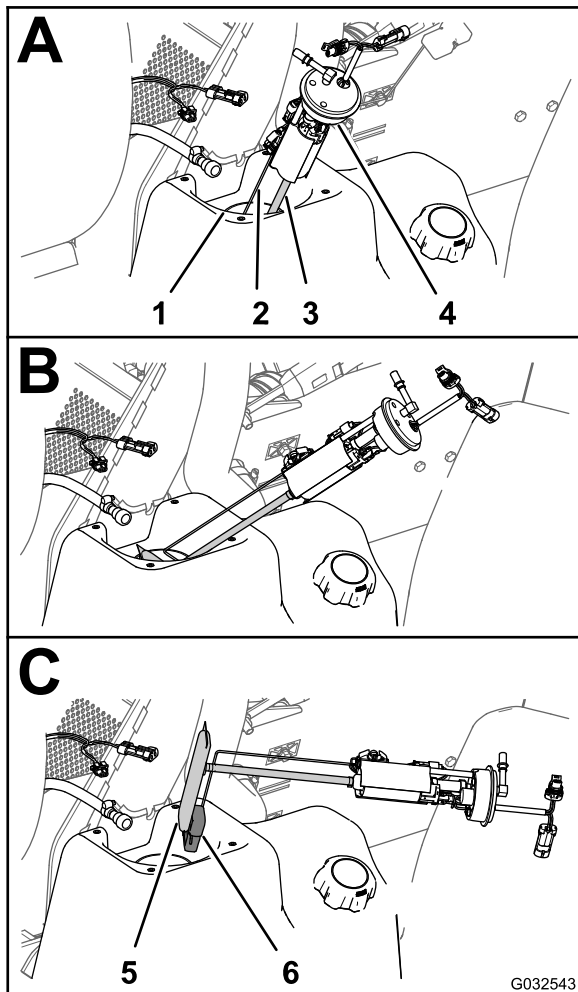
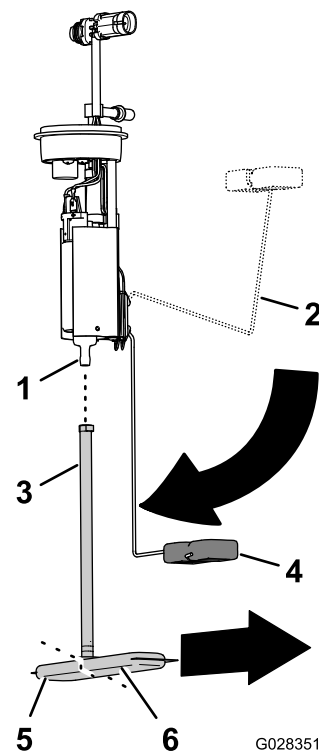

図 79
図 80
6. 燃料ポンプ / センダーユニットを回しながら慎重に燃料タンクの首から外す 図 79。
1. 燃料ポンプのフィッティングから燃料フィルタのピックアップチューブを外す 図 80。
2. 新しい燃料フィルタのピックアップチューブを、燃料ポンプのフィッティングに合わせる 図 80。
3. 燃料フィルタの長い方の脚を、フロートのアームが「残量ゼロ」位置の時のフロートに合わせる 図 80。
4. 燃料ポンプのフィッティングをピックアップチューブの一番奥まで入れる 図 80。
1. フロートのアームとピックアップチューブを支えながら、フロートと燃料フィルタを燃料タンク内に入れる 図 79。
2. 燃料ポンプ / センダーユニットを、燃料タンク内部に入れる 図 79と図 80。
3. 燃料ポンプ / センダーユニットおよび燃料タンクの首にシールとナットを取り付け、ナットを十分に締め付ける 図 79。
4. 燃料ポンプのフィッティングに燃料ホースのカップリングを接続する 図 79。
5. 燃料ポンプ / センダーユニットの2ピンコネクタを、車両用のワイヤハーネスの2ソケットコネクタに接続し燃料ポンプ / センダーユニットの2ソケットコネクタを、車両用のワイヤハーネスの2ピンコネクタに接続する 図 79。